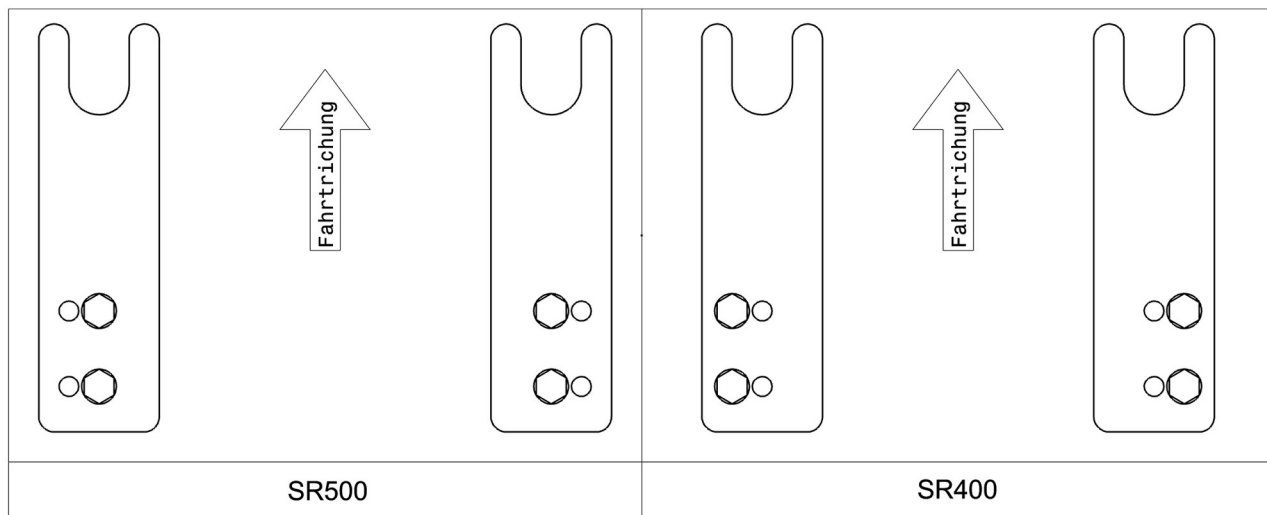

Abbildung 1 / Picture 1
- Die beiden beiliegenden, gabelförmigen Sitzbankhalter mit den **mittig** angeordneten Durchgangslöchern auf der Sitzbankunterseite montieren (s. Abb.:1).
- Die beiden beiliegenden, gabelförmigen Sitzbankhalter mit den **außermittig** angeordneten Durchgangslöchern auf der Sitzbankunterseite montieren (s.Abb.:1).